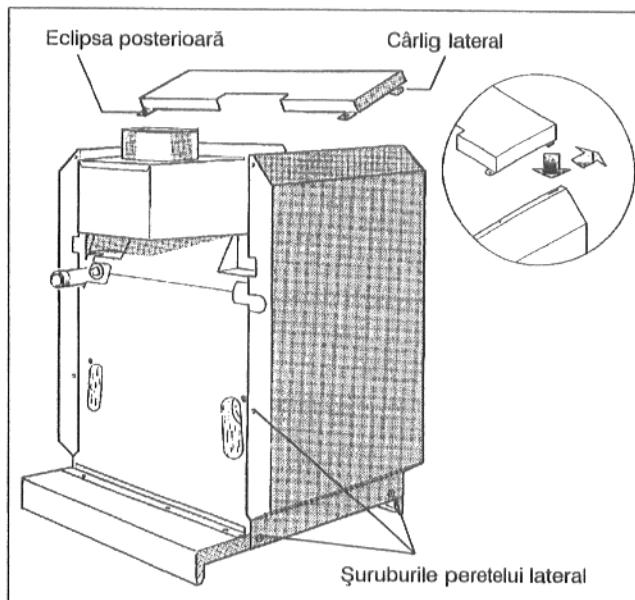

Fig. 11: Pereții laterali și capota frontală a cazanului
- Ambii pereți laterali se vor fixa fiecare jos cu două șuruburi de tablă precum și la partea din spate a cazanului cu un șurub de tablă (Fig. 11).
- Ambele cârlige laterale ale capotei frontale ale cazanului se vor îndoi cu un clește și se vor introduce din spate în găurile lunguiete ale țesuturii peretelui lateral (Fig. 11).
- Ambele eclipse posterioare ale capotei frontale a cazanului se va fixa cu două șuruburi de tablă la pereții laterali (Fig. 11).